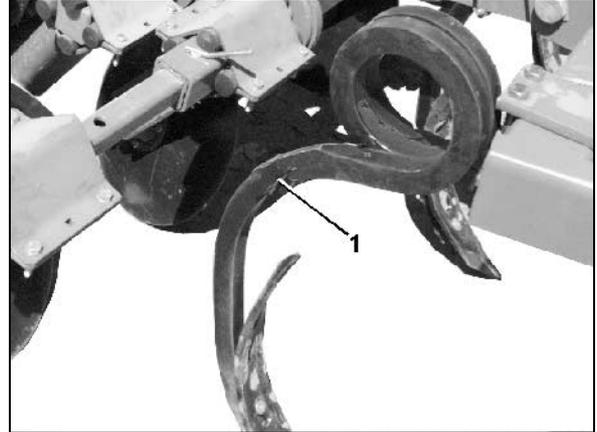

Рис. 11
- Зубья из квадратной стали (Рис. 11/1)